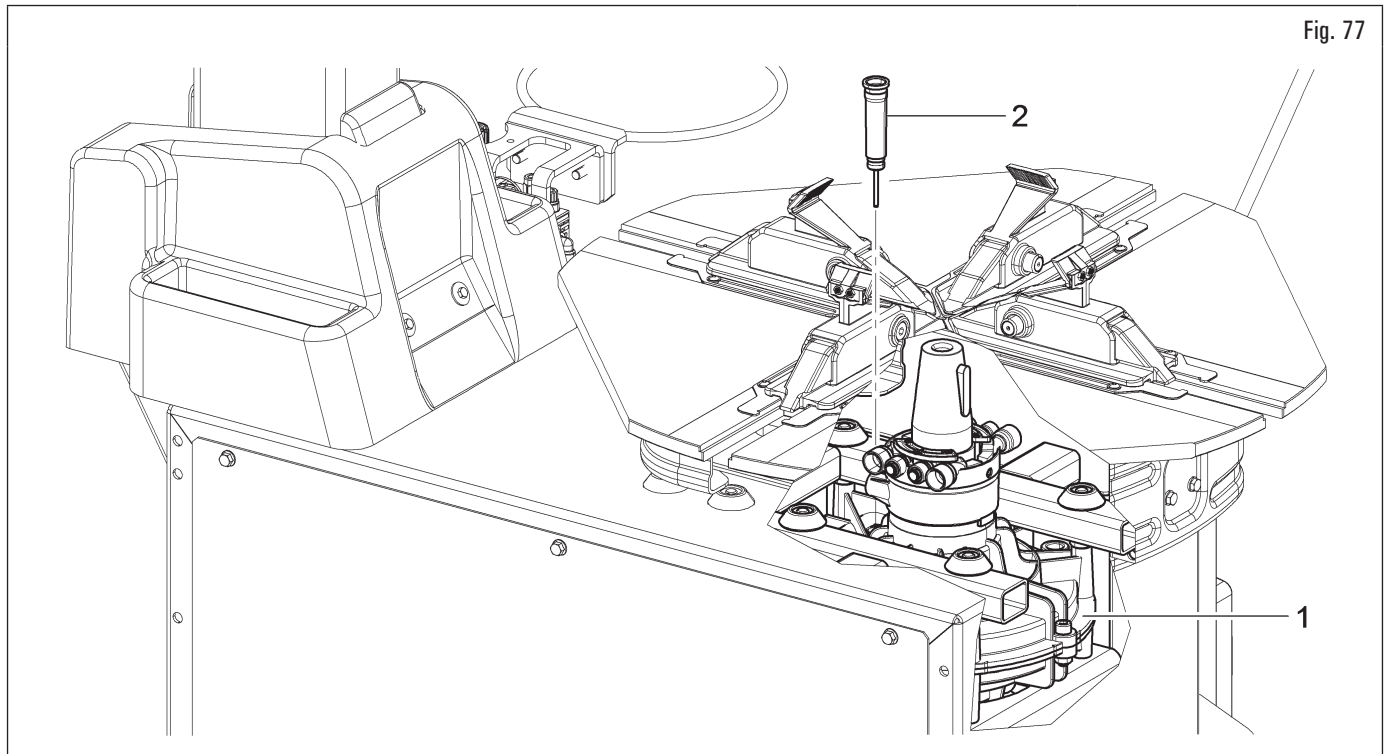

Fig. 77
- Périodiquement (chaque 100 heures de travail) contrôler le niveau du lubrifiant dans le réducteur (Fig. 77 réf. 1) en enlevant le bouchon (Fig. 77 réf. 2) à travers le trou approprié sur le châssis.